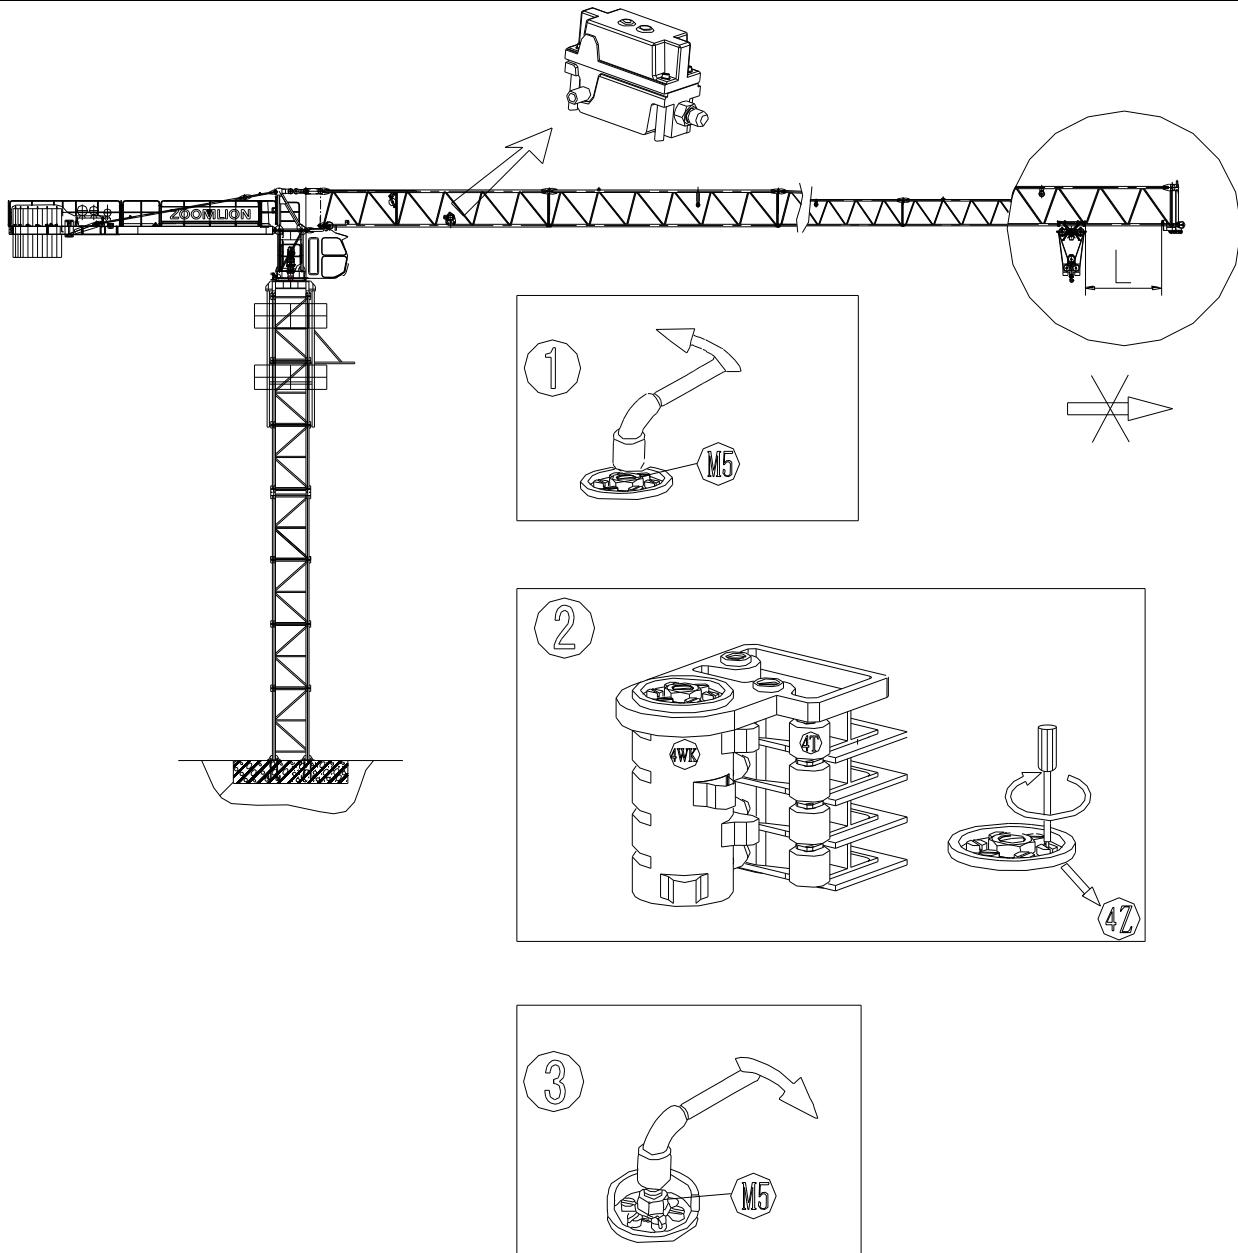

图 7.2-19 向外变幅限位
- (1) 松开螺母 M5；
- (2) 载重小车以低速开至起重臂臂尖缓冲器 $L=200\text{mm}$ 处，按程序调整(4Z)轴，使凸轮(4T)压下微动开关 (4WK)，使小车停止向外移动；
- (3) 拧紧螺母 M5，见图 7.2-19。